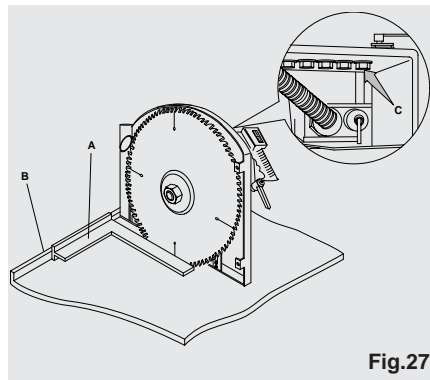

Fig.27
Si la coupe est d'une largeur supérieure à l'épaisseur de la lame et/ou si le côté postérieur de la coupe est marqué et/ou s'il présente des brûlures, cela est dû à l'inclinaison des dents dans la partie postérieure de la lame. Pour éliminer ce défaut, appuyer une équerre (A) sur la règle de butée (B) comme l'illustre la figure 27.